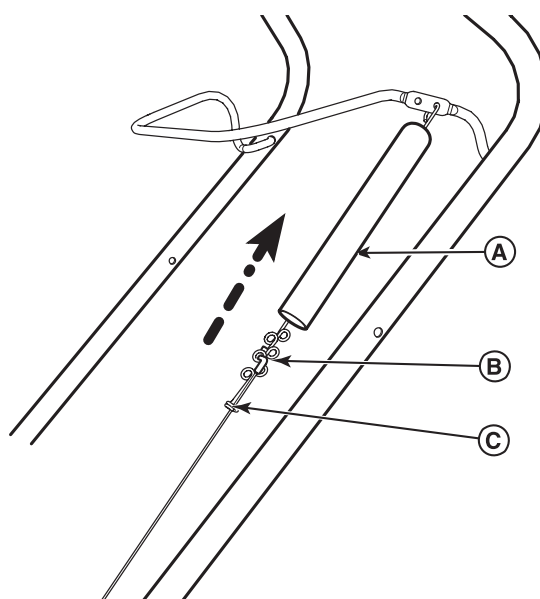

Рис. 13
2. Поднимите крышку тросика (А, Рис. 13), чтобы обнажить петли регулировки тросика (В) и концевой захват (С).